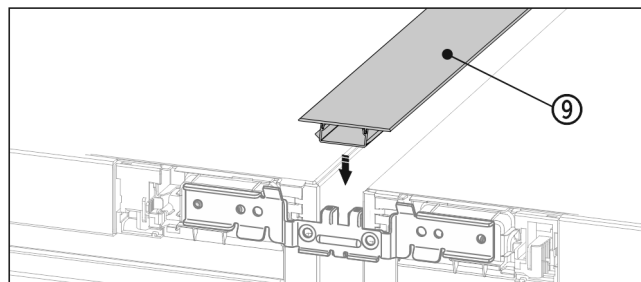

Fig. 20 *
- Na hornej strane zatlačte do medzery krátku kryciu líštu Fig. 20 (9)*.